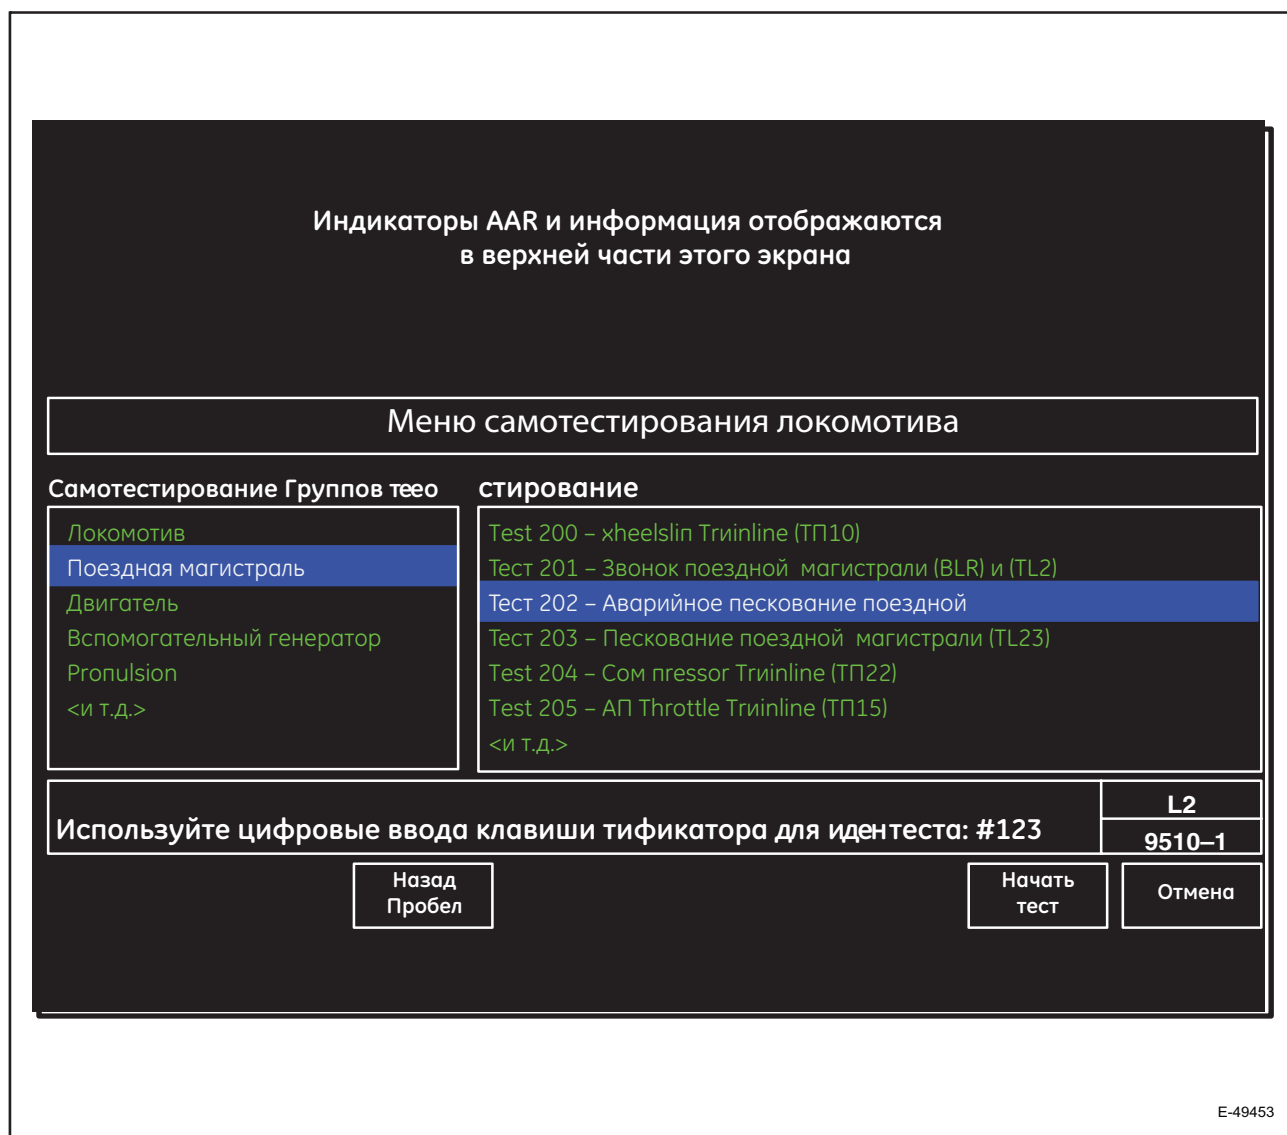

Рисунок 74. Типовой экран меню самопроверки локомотива – экран состояния ввода идентификатора (9510-1)
3. Сенсорная клавиша F3 (**Enter Test Number**) (Ввод номера проверки) – отображает меню самопроверки локомотива – экран состояния ввода идентификатора (9510-1, Рисунок 74). Используя функциональные клавиши второй строки как цифровые, введите номер самопроверки.